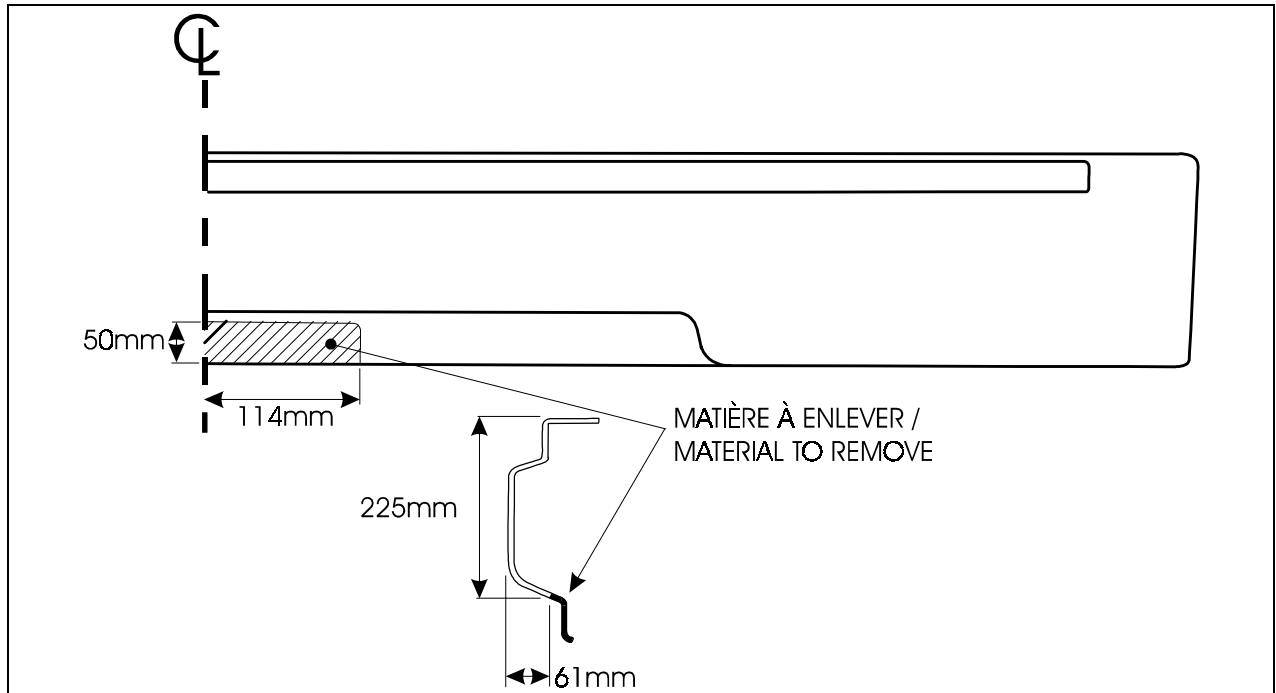

FIGURE 9 : DÉCOUPAGE DU PARE-CHOCS ARRIÈRE POUR VÉHICULES VIP. MOITIÉ DROITE REPRÉSENTÉE.
24. Procéder à l'installation du pare-chocs arrière en ayant préalablement découpé le pare-chocs selon les figures 9 et 10.